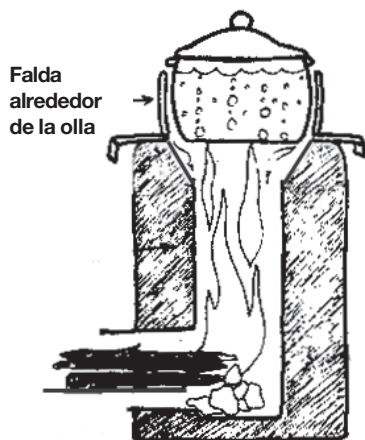

Figura 2 - Uso apropiado de una falda
- ▶ Utilice ollas anchas con diámetros grandes. El uso de una olla ancha crea más superficie y aumenta el intercambio térmico. Asegúrese que la parte superior de la estufa se inclina hacia el perímetro exterior de la olla, tal como lo muestra la figura 2.